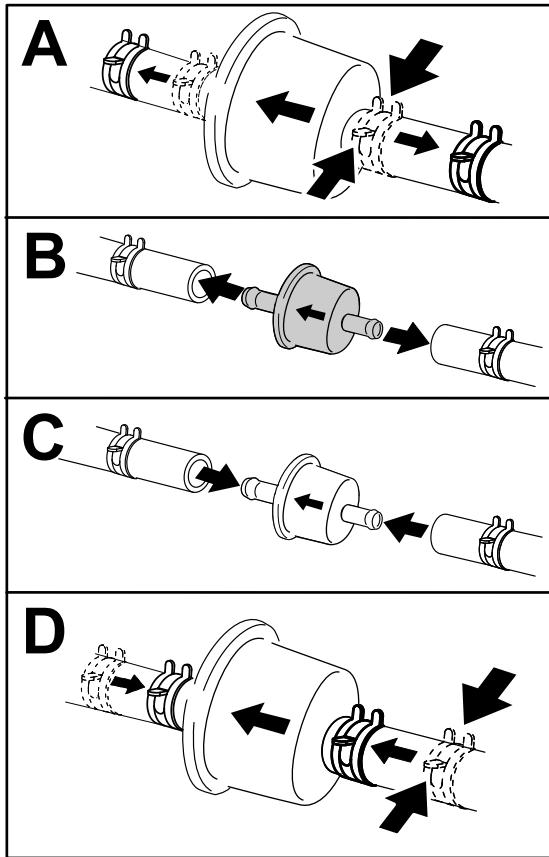

Bild 24
4. Wechseln Sie den Filter, siehe Bild 24.